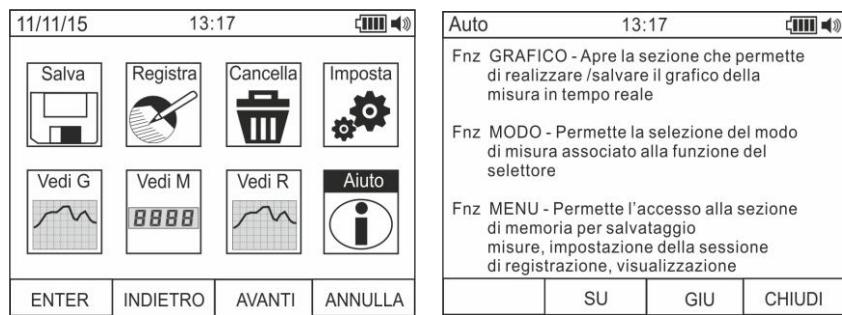

Fig. 21: Help on line a display
40. Usare i tasti **F2** o **F3** per selezionare l'icona “Aiuto” e premere il tasto **F1** (vedere Fig. 21)
41. Usare i tasti **F2 (SU)** o **F3 (GIU)** per sfogliare le pagine dell’help on line contestuale